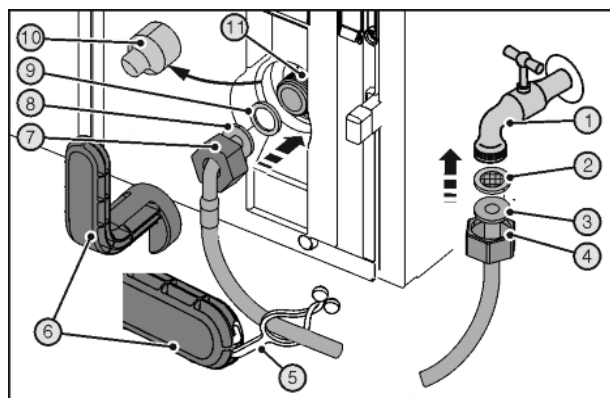

Fig. 44
Резаные раны из-за поломанного вспомогательного инструмента Fig. 44 (6).
- ▶ Вспомогательный инструмент Fig. 44 (6) использовать только при комнатной температуре.
- ▶ До конца сдвинуть гайку Fig. 44 (4) через прямой конец шланга Fig. 44 (3) и удерживать.
- ▶ Вставить ситовую ловушку Fig. 44 (2) в гайку Fig. 44 (4).
- ▶ Ситовая ловушка Fig. 44 (2) прилегает к прямому концу шланга Fig. 44 (3) и слегка поддерживается.
- ▶ Подсоедините к запорному крану Fig. 44 (1) гайку Fig. 44 (4) с расположенной на прямом конце шланга Fig. 44 (3) ситовой ловушкой Fig. 44 (2).
- ▶ Временным открытием запорного крана Fig. 44 (1) подачи воды удалить воздух из водопровода и заполнить водой. Шланг для этого держать в ведре.
- ▶ Снять крышку Fig. 44 (10).
- ▶ До конца сдвинуть гайку Fig. 44 (7) через конец шланга в виде угла Fig. 44 (8) и удерживать.
- ▶ Смочить уплотнение Fig. 44 (9) и вдавить в гайке Fig. 44 (7) на конце шланга в виде угла Fig. 44 (8).
- ▶ Уплотнение Fig. 44 (9) прилегает к концу шланга в виде угла Fig. 44 (8) и слегка поддерживается.
- ▶ Подсоедините к электромагнитному клапану Fig. 44 (11) гайку Fig. 44 (7) с расположенным на изогнутом в виде угла конце шланга Fig. 44 (8) уплотнением Fig. 44 (9).
- ▶ Затяните подключения с помощью вспомогательного инструмента Fig. 44 (6) по часовой стрелке, пока не будет достигнут максимальный момента затяжки и вспомогательный инструмент Fig. 44 (6) начнет прокручиваться.
- ▶ Откройте запорный кран Fig. 44 (1) системы подвода воды и проверьте герметичность всей водяной системы.
- ▶ Зацепить накладку Fig. 44 (5) в вспомогательном инструменте Fig. 44 (6) и для хранения закрепить на шланге из высококачественной стали.